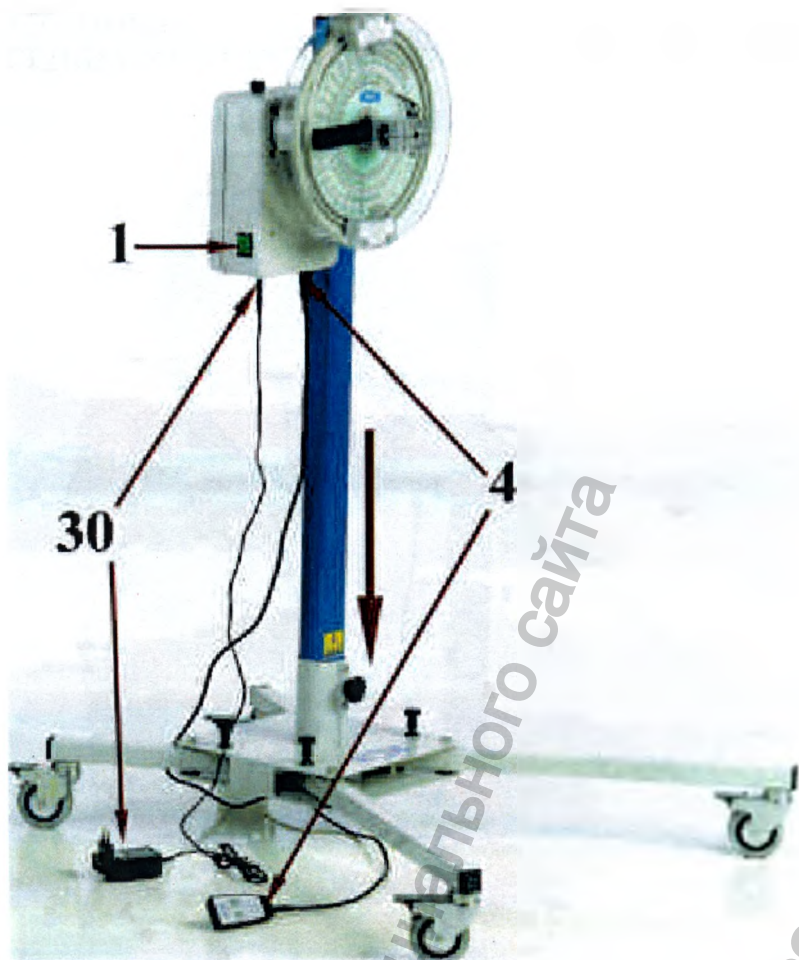

Рис. 4
- ☐ ☐ Убедитесь, что стойка крепко закреплена на основании и что она полностью вошла в него (поперечная линия, отмеченная на стойке, должна совпадать с верхней границей основания); фиксатор должен быть затянут, чтобы зафиксировать стойку (рис. 4).
□□ Вставьте стойку в соответствии с Рис. 4. Убедитесь, что стойка крепко закреплена на основании и что она полностью вошла в него (поперечная линия, отмеченная на стойке, должна совпадать с верхней границей основания); фиксатор должен быть затянут, чтобы зафиксировать стойку.